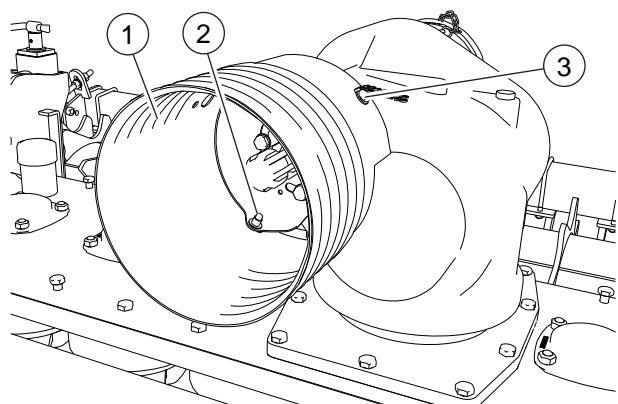

FIG. 14
- Posicionar la protección (1, "Fig. 14"). Enroscar los tornillos (2). Enroscar la tuerca (3).